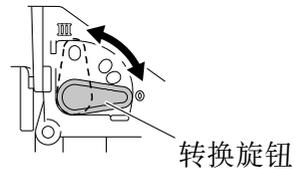

图 12
(1) 该曲线锯采用轨道作业，对锯片进行前后及上下移动。将图 12 所示的转换旋钮调至“0”可停止轨道作业（锯片将仅进行上下移动）。轨道作业可在从“0”到“III”4个等级中选择。
(2) 对于硬质材料如钢板等，减少轨道作业；对于软质材料如木材，塑料等，增多轨道作业以提高工作效率。如需对材料进行精密切割，减少轨道作业。